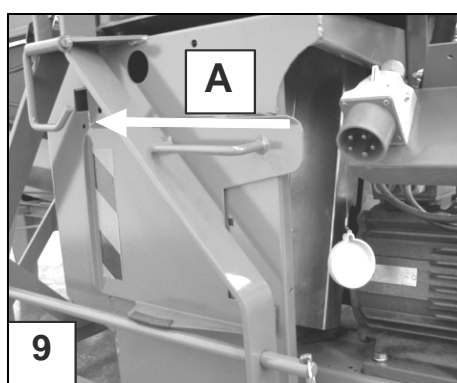
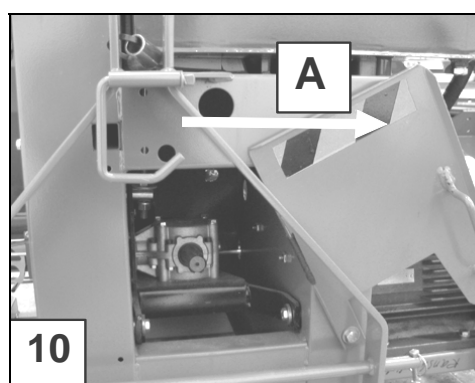

Bild 9. Val av elmotordrift
Bild 10. Val av traktordrift
3.6 Val av arbetsmod, traktordrift eller eldrift, bild 9 och 10
- Då skyddsplåten har skjutits till vänster (bild 9), kan skarvsladden anslutas. Då skyddet har skjutits till höger (bild 10), kan kardanaxeln kopplas.